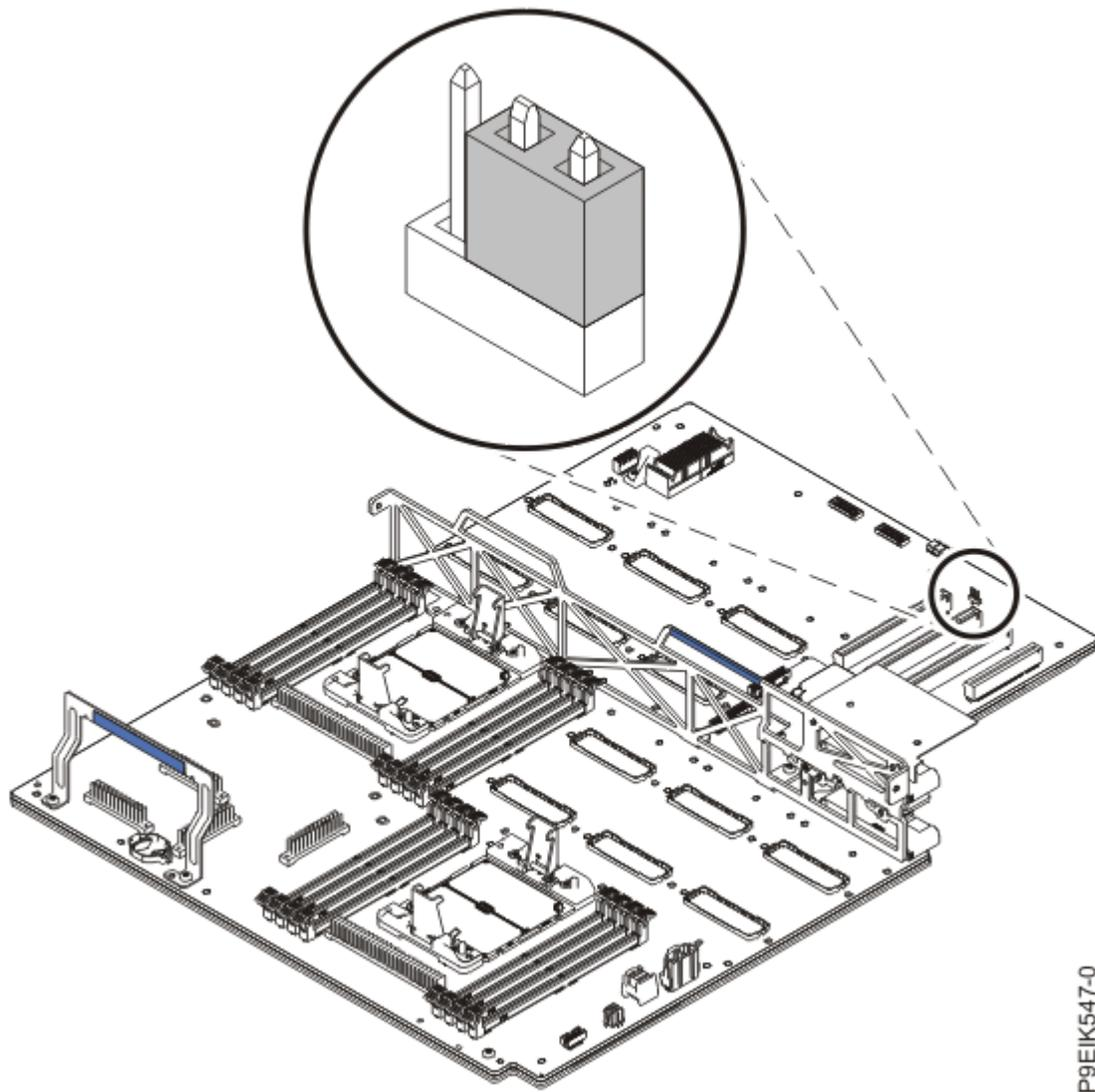

Figure 52. Cavalier configuré pour un refroidissement par air
5. Vérifiez que le cavalier illustré dans la Figure 52, à la page 72 est configuré pour un refroidissement par air.